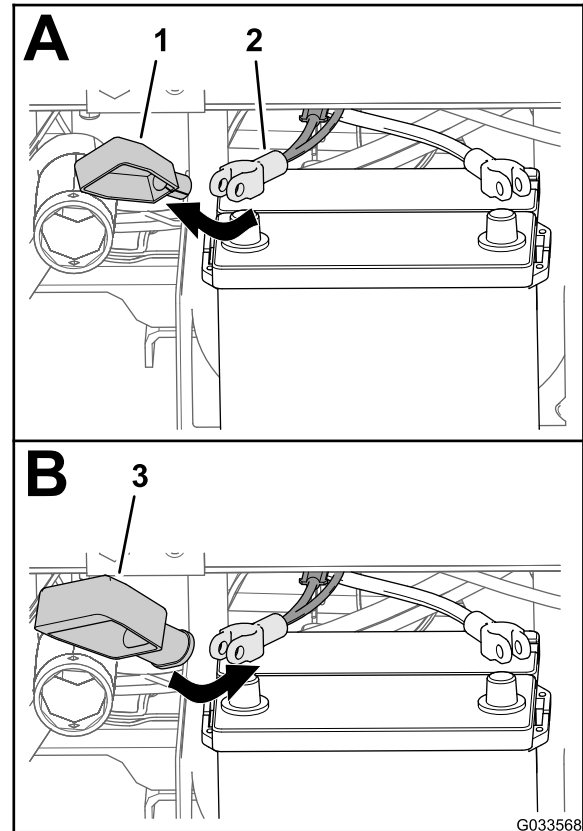

図 28
2. プラスケーブルからバッテリーカバー幅狭を外す 図 28。
3. バッテリーのプラスケーブルに、図 28のように幅広カバーを取り付ける。